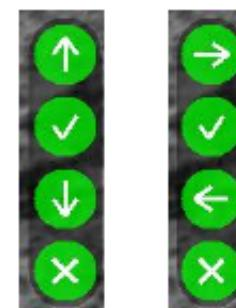

Рисунок 10 – Примеры индикатора назначения кнопок
- **Индикатор назначения кнопок** – индикатор, подсказывающий пользователю назначение каждой отдельной кнопки \otimes , \triangledown , \circlearrowleft , \circlearrowright при выполнении какого-либо действия в выбранном режиме (см. рис. 10). Данный индикатор появляется **только** в случаях, предусмотренных в ПО (например, при вводе выверки прицельной сетки).